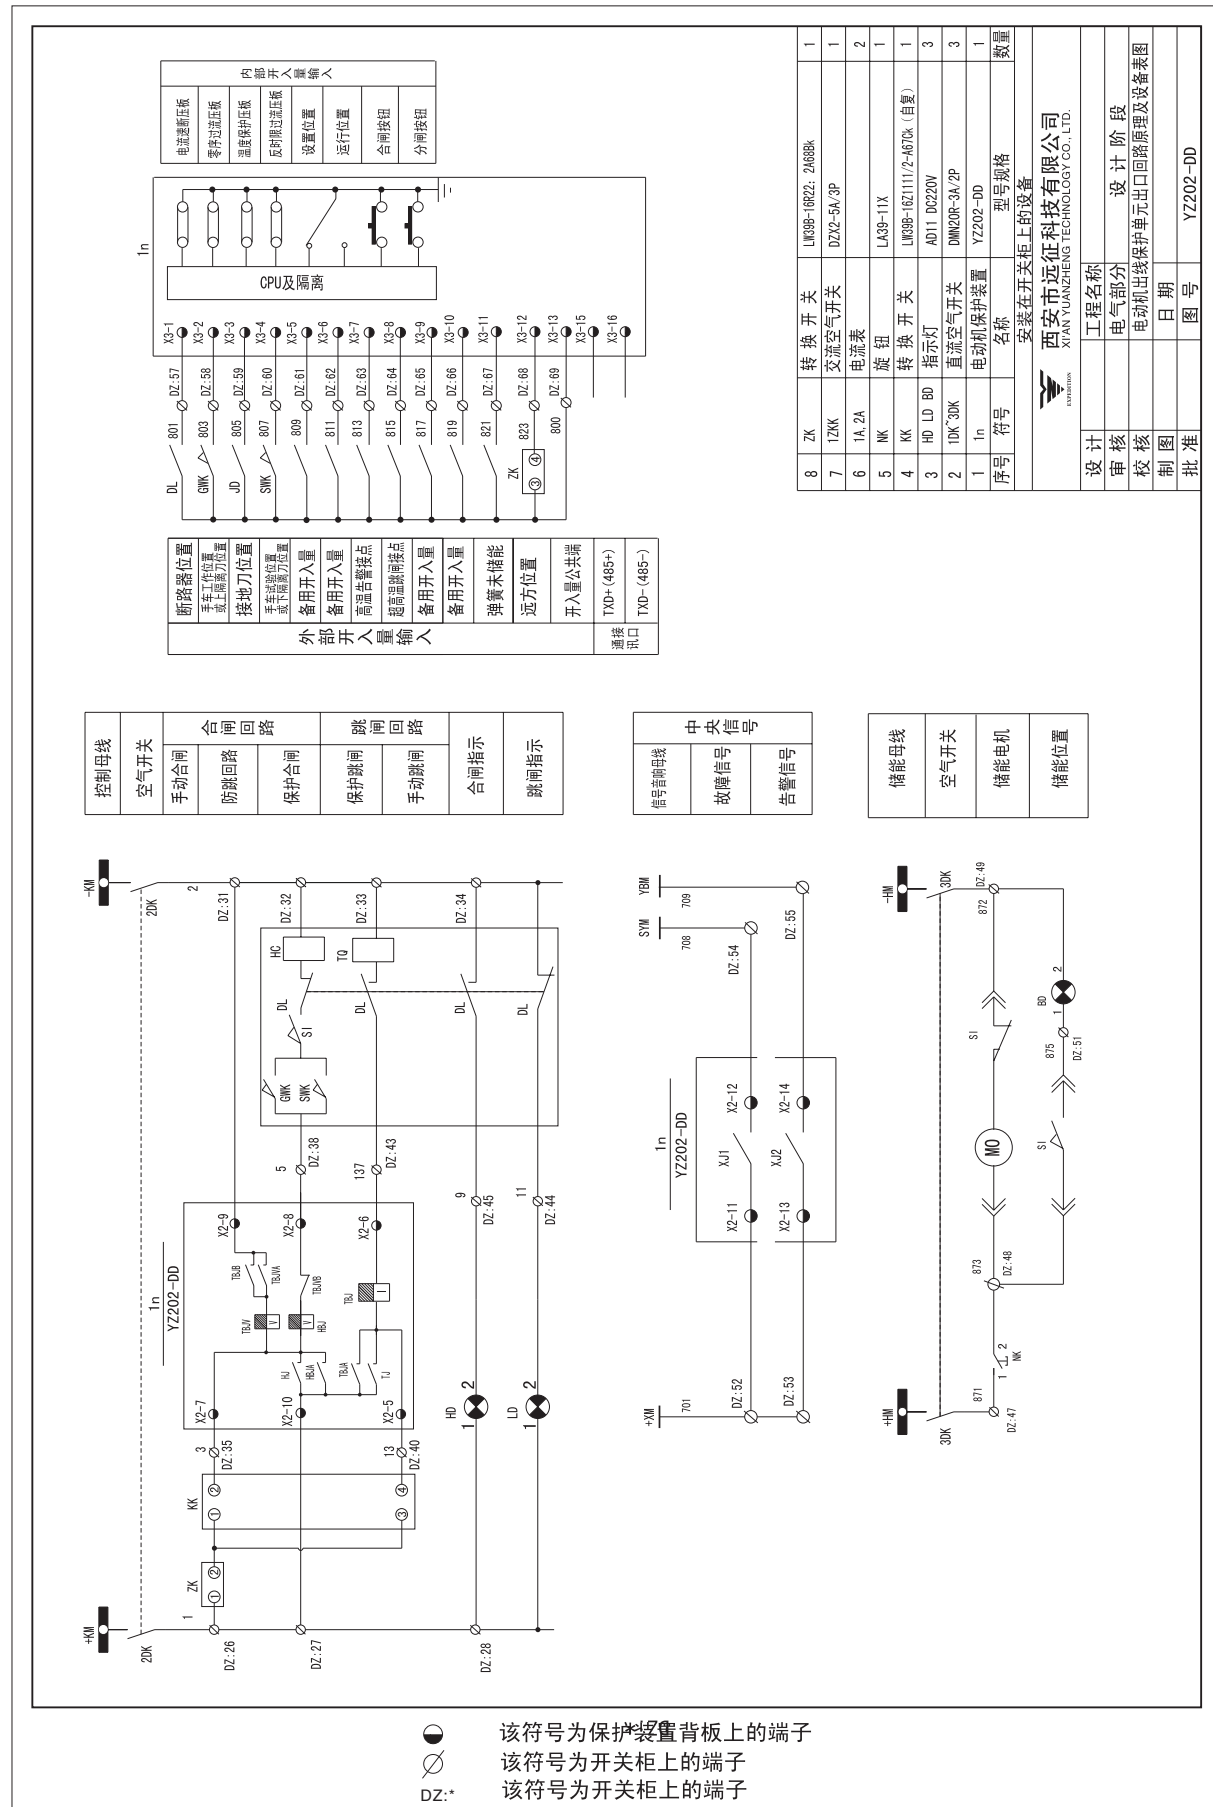

图10-13 YZ202-DD出口回路原理及设备表图
- YZ202-DD出口回路原理及设备图 (见图10-13)